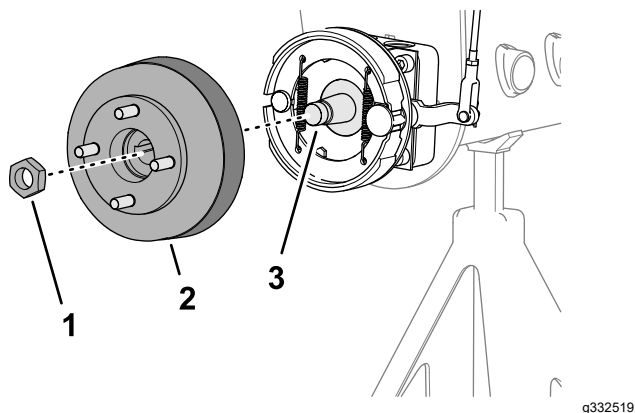
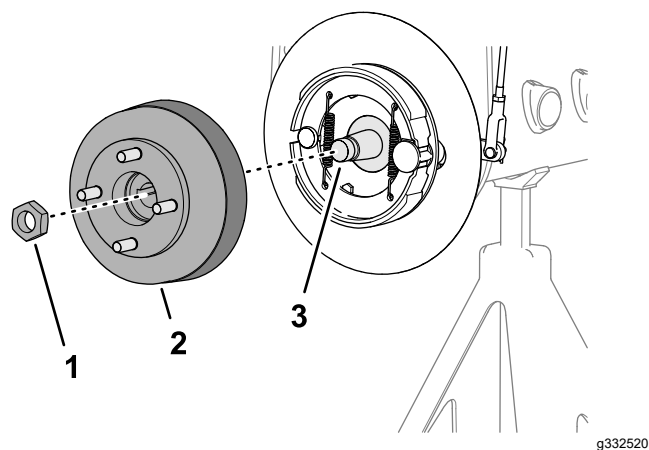

図 75
図 76
1. ハブをホイールモータのシャフトに固定しているロックナットを外す 図 75 または 図 76。
4. 所定のホイールハブ プラーを使用してホイールハブとブレーキドラムをホイールモータのシャフトから抜き取る 図 75 または 図 76。